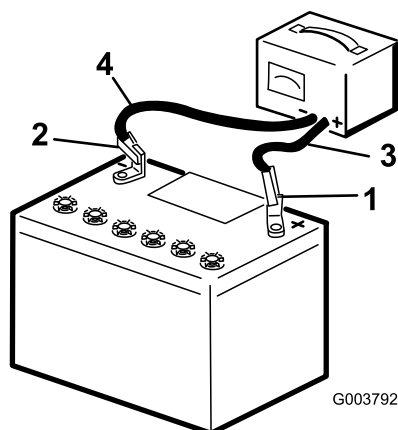

Figura 3
3. Cargue un cargador a la batería (Figura 3) y cárguela durante al menos 1 hora a 6–10 amperios. No sobrecargue la batería.
4. Cuando la batería esté completamente cargada, desconecte el cargador de la toma de electricidad, luego desconecte los cables del cargador de los bornes de la batería (Figura 3).